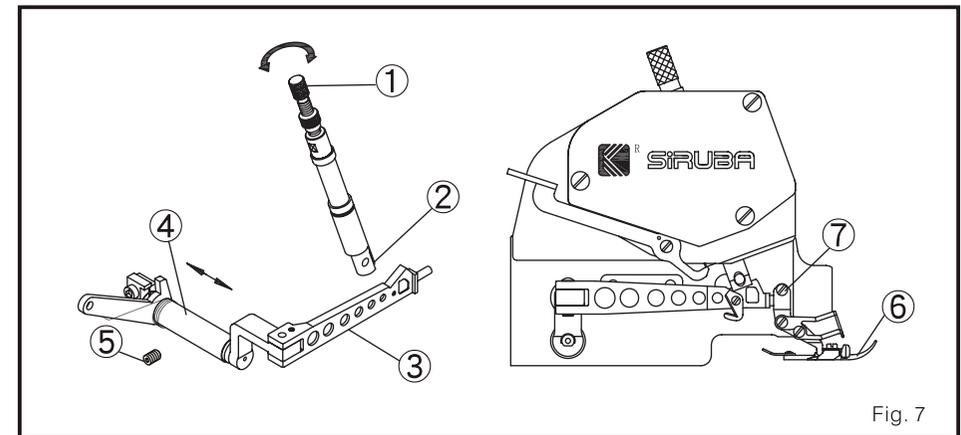

Fig. 7
1. Ajustar a posição do pé apertapanos (Fig. 7)